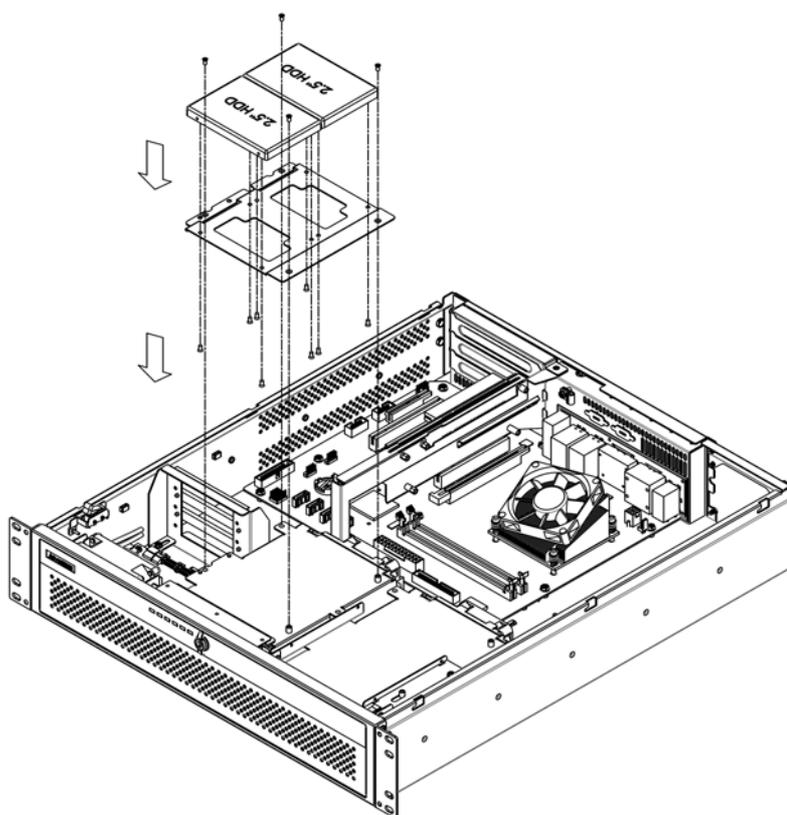

Figure 2.9 Installing the internal HDD / 安装内置 HDD / 安装内置 HDD
1. To install the 2.5" internal HDD, simply release the four screws on top of the disk drive bracket. (see Figure 2.9)
1. 安装 2.5" 内置 HDD 时, 只需卸下磁盘驱动支架上的 4 个螺丝 (如图 2.9 所示)。
1. 安装 2.5” 内置 HDD 时，只需卸下磁片驱动支架上的 4 个螺丝（如图 2.9 所示）。